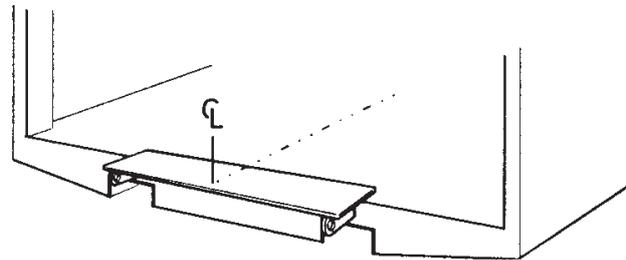

Figure 27. Visser ou souder par points le gabarit de montage sur la traverse arrière Réf. 51724TL pour Z 1500/2000
2. Visser ou souder par points le gabarit de montage sur la traverse arrière de sorte que le point médian coïncide. Voir Figure 27. Réf. 51724TL pour Z 1500/2000.